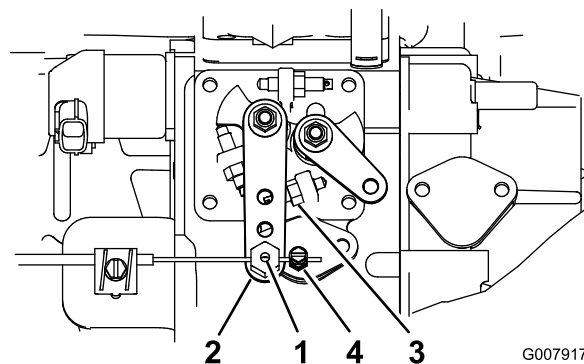

Figura 62
2. Allentate il raccordo del cavo dell'acceleratore, sul cavo dell'acceleratore, vicino alla leva della pompa di iniezione (Figura 62).
3. Tenete il braccio della leva della pompa di iniezione contro il fermo della minima superiore (Figura 62).